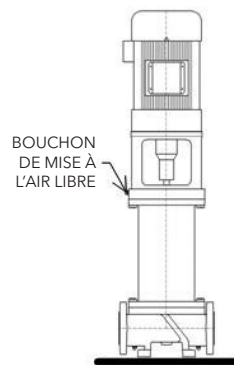

Figure 16 — Position du bouchon de mise à l'air libre
2. Déposer le bouchon de mise à l'air libre (fig. 16).